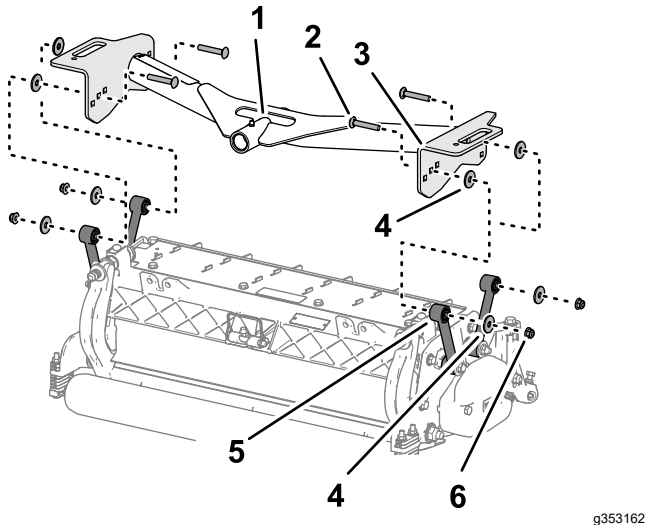

Figura 17
1. Alinee los taladros de las placas del bastidor de tiro delantero con los taladros de las placas de montaje de la unidad de corte (**Figura 17**).
2. Alinee una arandela entre la placa de tiro y el tirante (**Figura 17**), y monte provisionalmente las placas y el espaciador con un perno de cuello cuadrado ($\frac{3}{8}$ " x $2\frac{1}{4}$ "), una arandela y una contratuerca con arandela prensada ($\frac{3}{8}$ ").